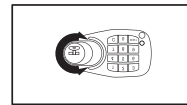

BILD. 3
3. (Bild 3) 3. um Verschieben drehen Sie den Schlüssel oder Knopf um. Bei motorbetriebenen Modellen schieben Sie die Tür und geben ihren Code ein.
5. Drücken Sie die Taste "#/Reset" (Bild 3).